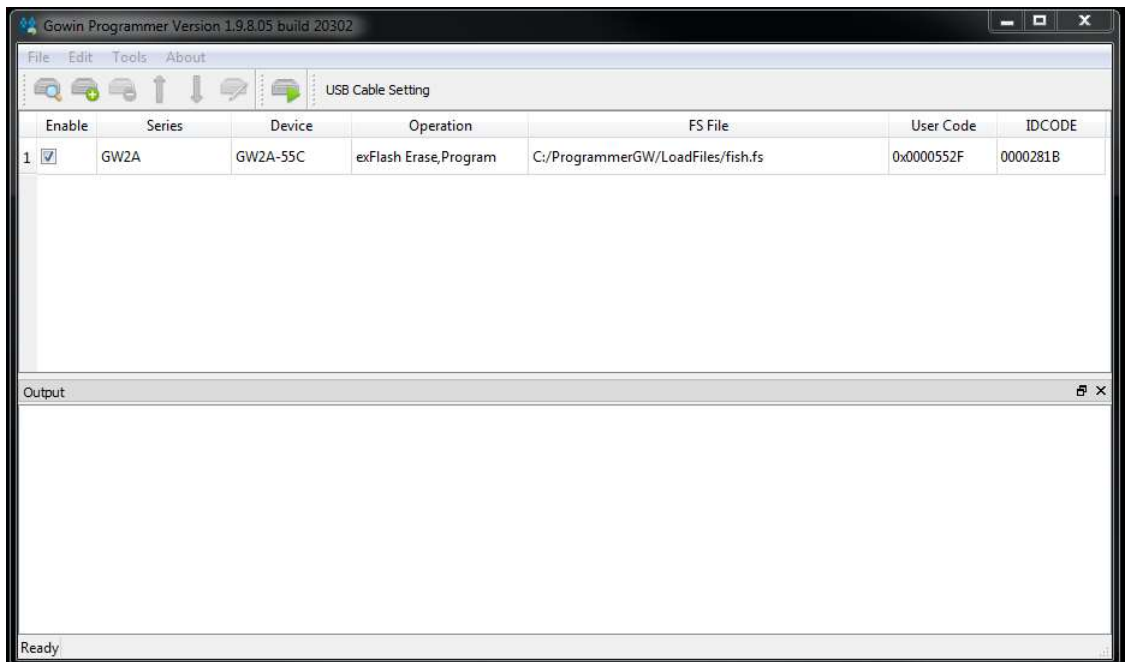

Рис. 4 Завершение настройки
- 3.9. Нажмите Save в окне Device configuration. Окно программы примет вид (Рис. 4)